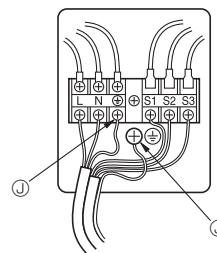

Rys. 7-1
7.1. Jednostka zewnętrzna (rys. 7-1 i 7-2)
- ① Usunąć panel serwisowy.
- ② Podłączyć przewody zgodnie z rys. 7-1 i 7-2.